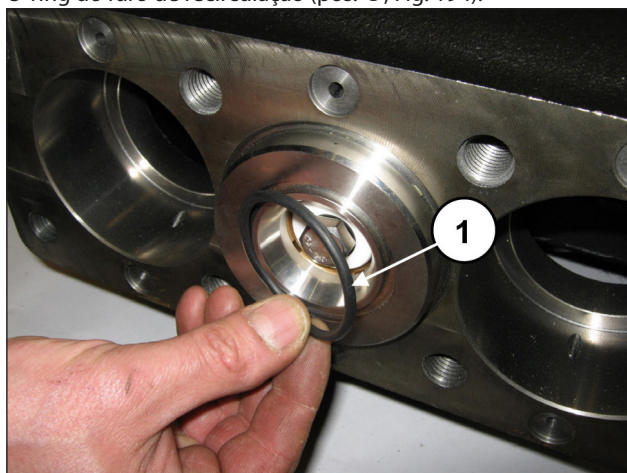
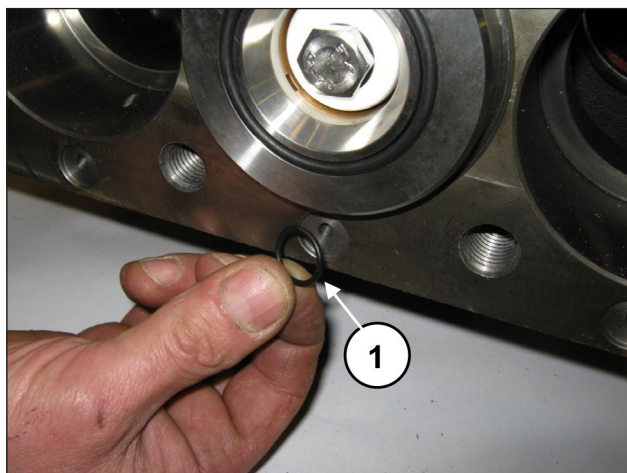

Fig. 193
Fig. 194
Monte o O-ring dianteiro da camisa (pos. ①, Fig. 193) e o O-ring do furo de recirculação (pos. ①, Fig. 194).